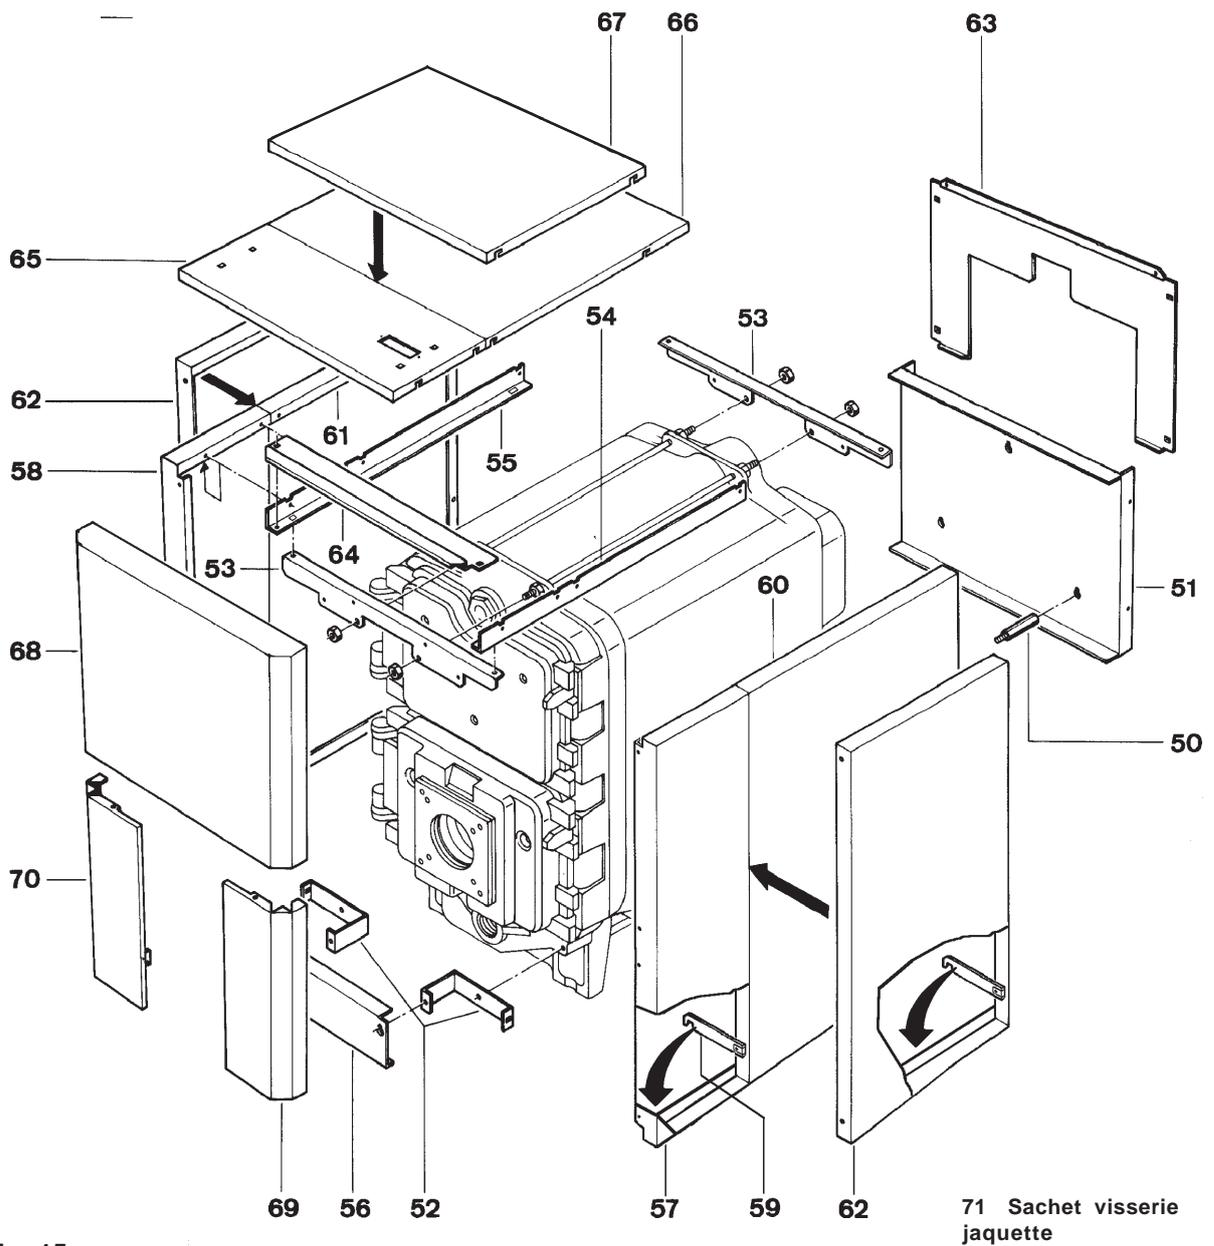

Fig. 15
Entretoise arrière (50) (voir figure 15)	<ul style="list-style-type: none"> • Visser les entretoises hexagonales sur les 3 bossages de l'élément arrière et placer sur chaque entretoise une vis TH M 5 x 10.